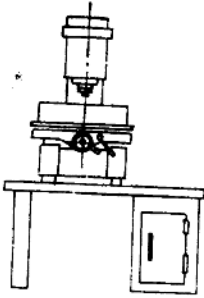

图1-5 台式结构
5. 台式机床 这种机床的结构简单，床身和立柱可连为一体，刚性较好，精度高，结构紧凑，根据加工需要，可以制成多种形式，对加工小孔、小槽比较理想，如图1-5所示。